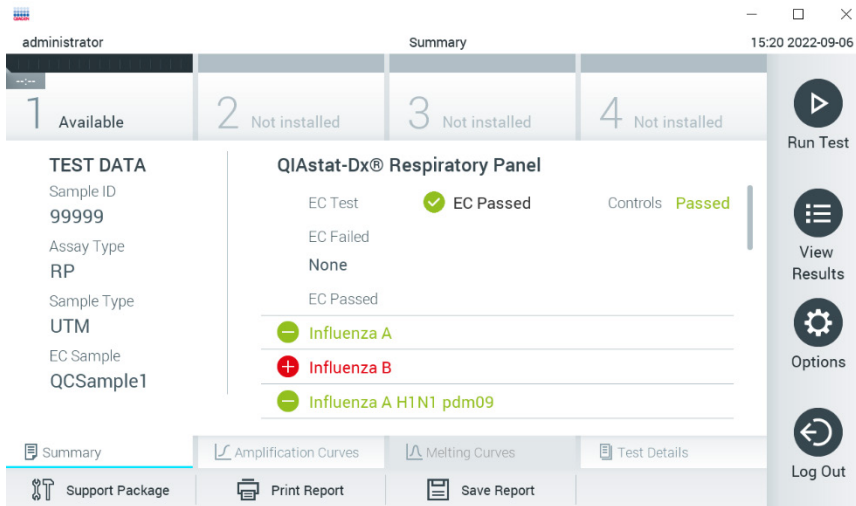

Figure 97. Écran EC Results Summary (Résumé des résultats EC).
12. Une fois la cartouche de dosage QIAstat-Dx éjectée, l'écran Summary (Récapitulatif) des résultats s'affiche (figure 97). Consultez la section 8.3 pour plus de détails.